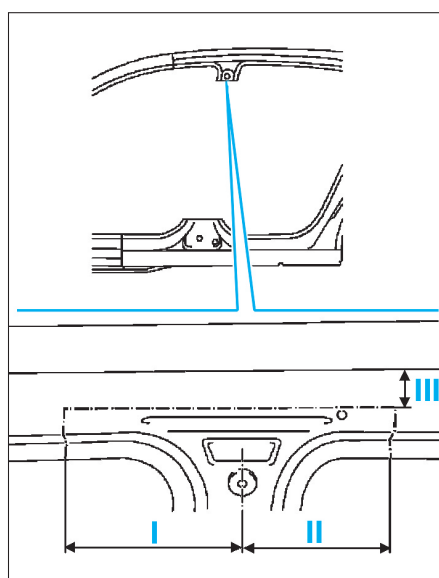

FIG. 77
- Découper le revêtement extérieur de la partie supérieure du montant B neuf (fig. 77) :